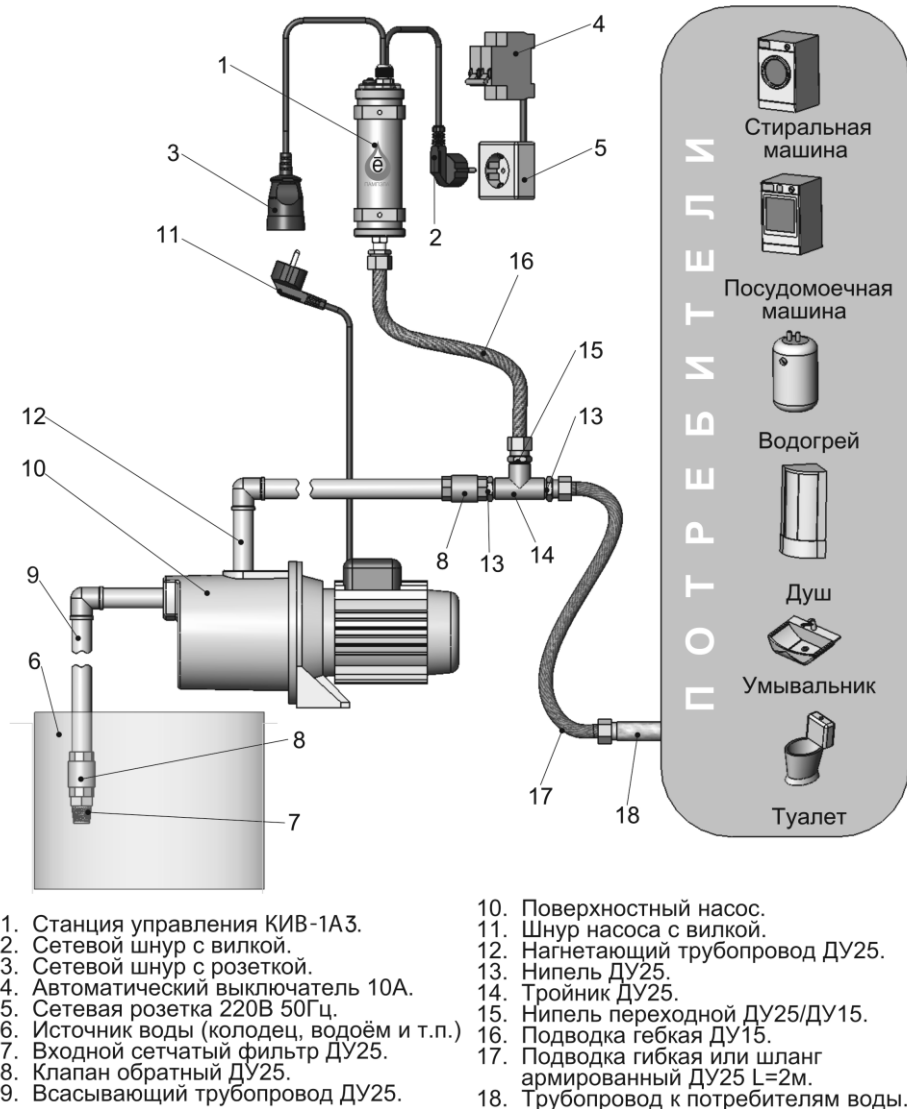

Рис.2
3.5 Схема подключения СУ КИВ-1А3 с поверхностным центробежным насосом приведена на Рис. 2.
5.2. Подключить элементы водоснабжения в соответствии с выбранной схемой (см. Рис.2,3)